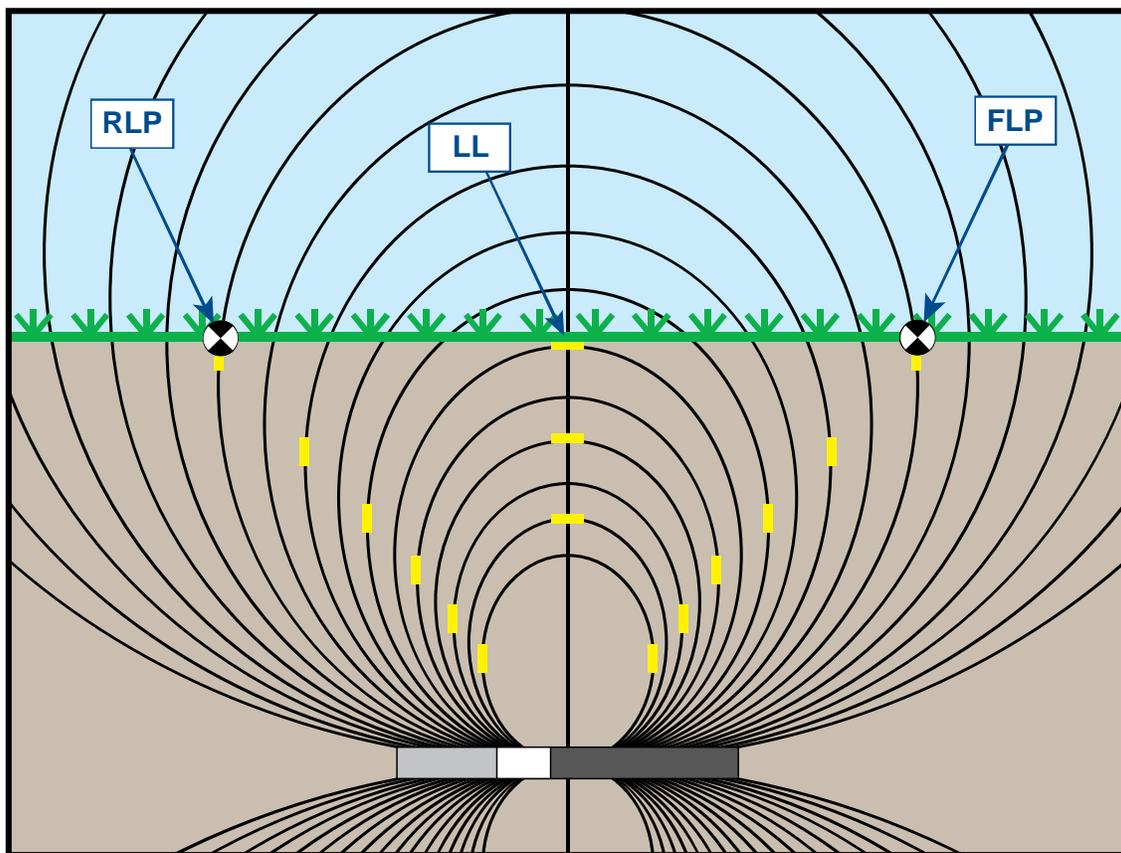

Figura B1. Campo de flujo y geometría de FLP, RLP y LL (vista lateral)
El campo de señal emitido por el transmisor, tal como se muestra en la Figura B1, consiste de un conjunto de señales elípticas o de líneas de flujo. Las líneas de flujo indican la posición del transmisor. Cuando el transmisor se encuentra a nivel respecto al terreno, usted encontrará que la línea de localización (LL) está directamente encima del transmisor, y que la profundidad que se muestra en el receptor es la profundidad real. Usted encontrará también que los puntos de localización (FLP y RLP) están a distancias iguales del transmisor. La ubicación de LL se encuentra en la intersección de terreno y el componente horizontal del campo de flujo, mientras que FLP y RLP se encuentran en donde los componentes verticales del campo de flujo se intersectan con el terreno. Algunos de los componentes horizontales y verticales se identifican mediante líneas amarillas cortas en la Figura B1.